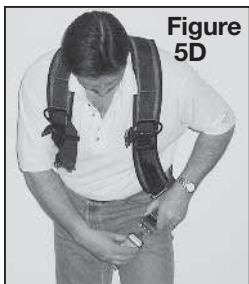

Figure 5D
ÉTAPE 3 (figure 5D) Les cuissards doivent maintenant pendre derrière vos fesses. Passez vos bras entre vos jambes et tirez sur les cuissards, un à la fois et bouclez-les au niveau des hanches (figure 6). Les sangles doivent être ajustées lâches à cette étape.